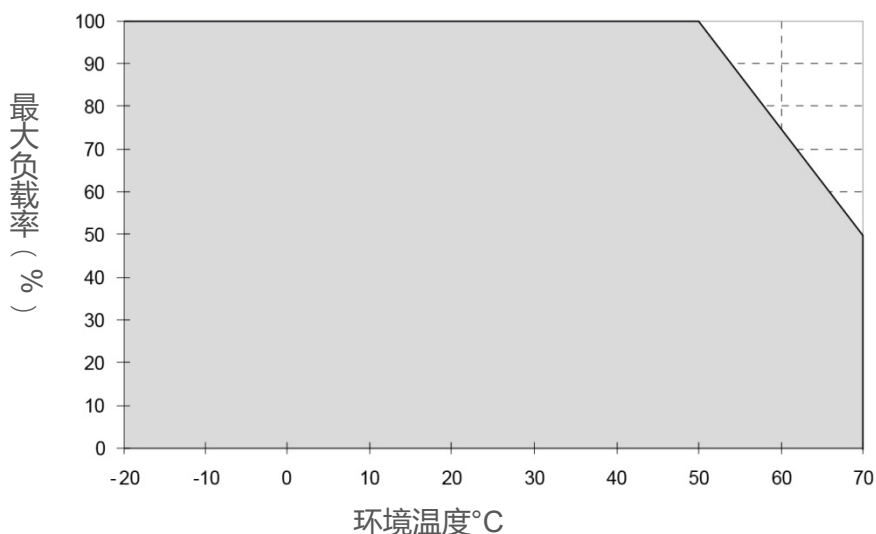

图 1 垂直及水平安装降额
1. 电源如果持续在降额曲线以外区间使用，可能导致零部件降级或损坏，具体参照图 1 所示。